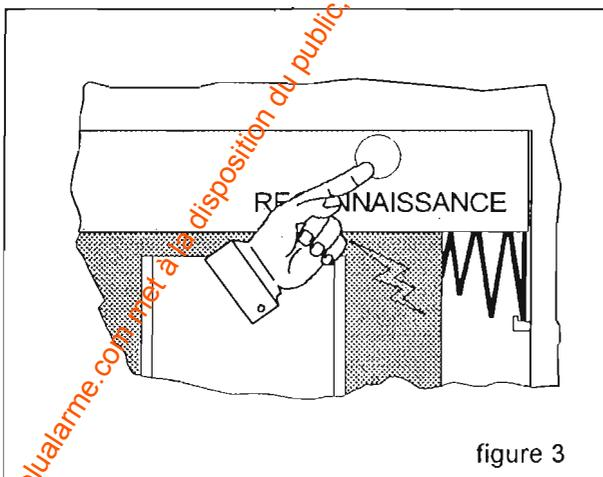

figure 3
- Repérer la diode de reconnaissance située dans la centrale (trappe ouverte) (Fig. 3).